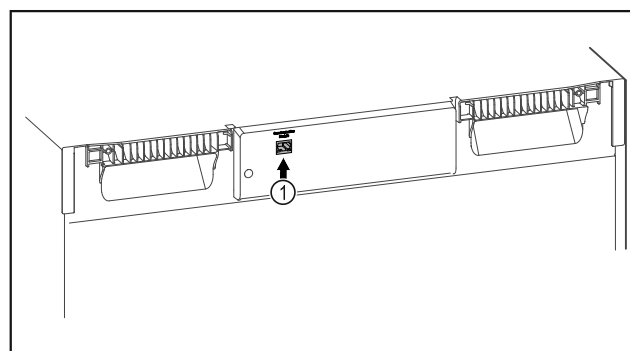

Fig. 104
- SmartModule Fig. 104 (1) inserito.